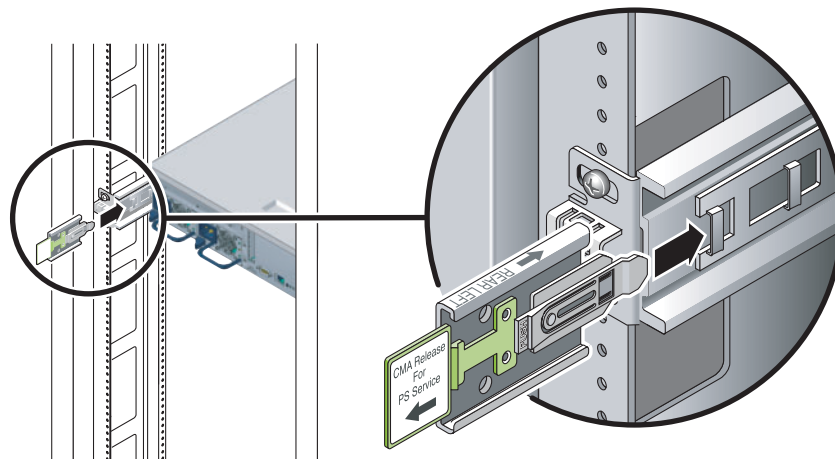

图 3-30 将 CMA 滑轨扩展件插入左侧滑轨的后部
1. 在机架的后部，将 CMA 滑轨扩展件插入左侧滑轨装置的端部（图 3-30）。位于滑轨扩展件前部的卡舌将卡入到位。